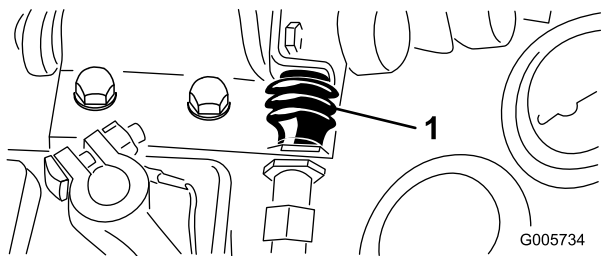

Figura 71
3. Retire la cubierta de goma del extremo del botón del interruptor de la toma de fuerza (Figura 71). Guarde la cubierta de goma para instalarla posteriormente. Separe los conectores del cable del interruptor.